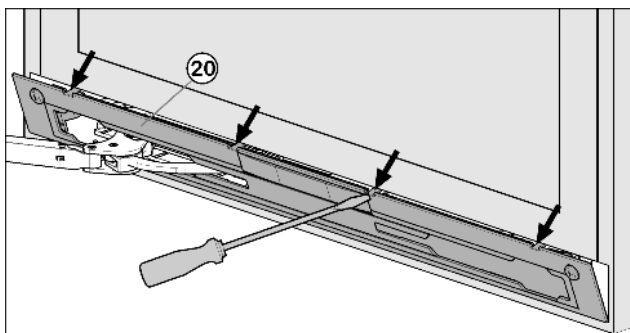

Fig. 9
- ▶ Выведите накладку Fig. 9 (20) из зацепления и снимите ее с помощью шлицевой отвёртки.